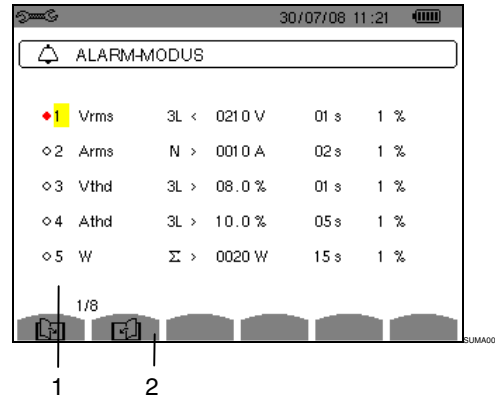

Abbildung 15: Menü Alarm
- Zur Aktivierung des konfigurierten Alarms setzen Sie den gelben Cursor mit der Taste  auf die erste Spalte der Liste (Abbildung 15, Kennz. 1) und drücken Sie auf . Die Aktivierung wird durch den roten Punkt gekennzeichnet; der Alarm kann ausgelöst werden.
- Drücken Sie zur Anzeige der Bildschirmseiten mit den Alarmen die gelben Tasten, die den Symbolen   entsprechen (Abbildung 15, Kennz. 2).